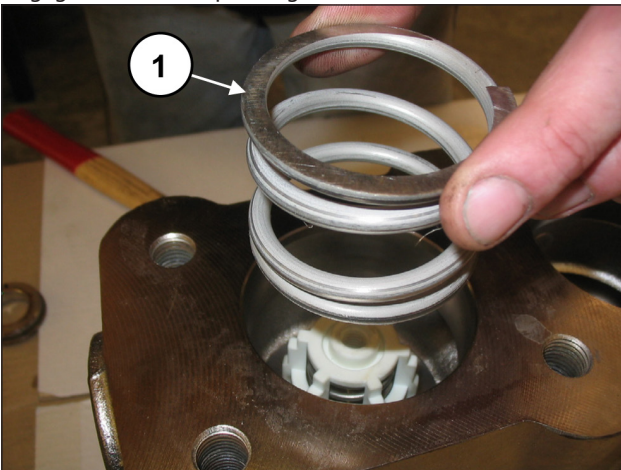

Fig. 109
Dégager le ressort (rep. ①, Fig. 109).